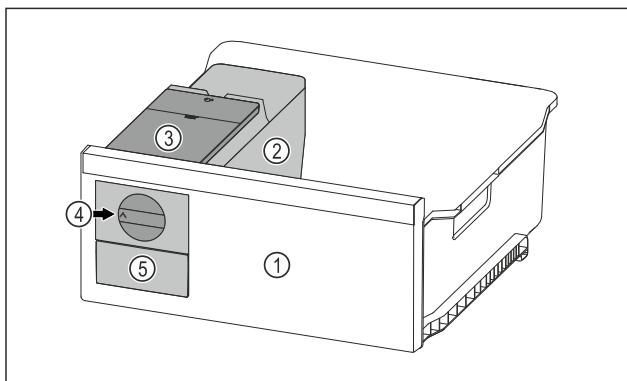

Fig. 120 Príklad zobrazenia
- Otočný gombík Fig. 120 (4) otočte v smere hodinových ručičiek až na doraz.
- Kocky ľadu vypadávajú z misky na kocky ľadu do zásuvky na kocky ľadu Fig. 120 (5).